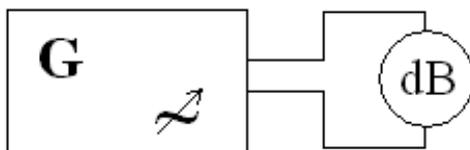

Рис. 5.3. Схема проверки градуировки шкалы измерителя уровней
5.10. Проверить градуировку шкалы измерителя уровня по схеме (рис. 5.3). Согласно варианту, указанному преподавателем (таблица 5.1). Результаты записать в таблицу 5.2.